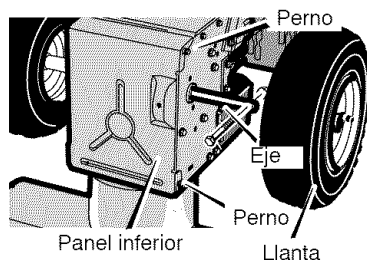

Figura 87
4. Quite los sujetadores que fijan la **llanta derecha**. Quite la **llanta derecha del eje** (Figura 87)
19. Instale el **panel inferior** (Figura 87).